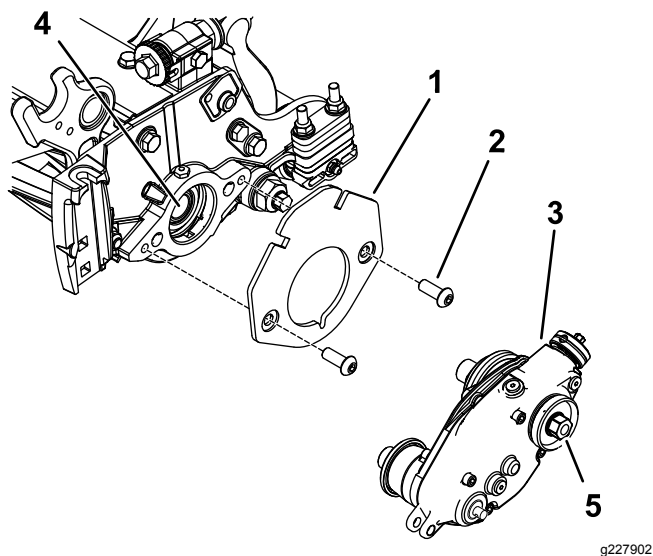

図 7
2. ウェイト用ブラケットをリールに固定する六角ソケットボタンヘッド付きボルト $\frac{3}{8}$  x  $\frac{3}{4}$ "2本で図 7のように取り付ける。
3. 内部のリールシャフトのねじ部分に、中程度のねじ山ロッキングコンパウンドBlue Loctite® 243などを塗る 図 7。
4. グルーマ駆動ボックスをリールシャフトに取り付ける 図 7。